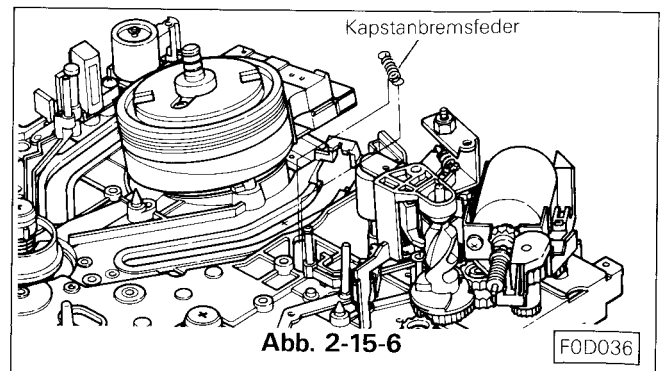

Abb. 2-15-6
- O. Die Kapstanbremsfeder an der Kapstanbremse und am Laderadarm auf der Oberseite einhängen. (Siehe Abb. 2-15-6)